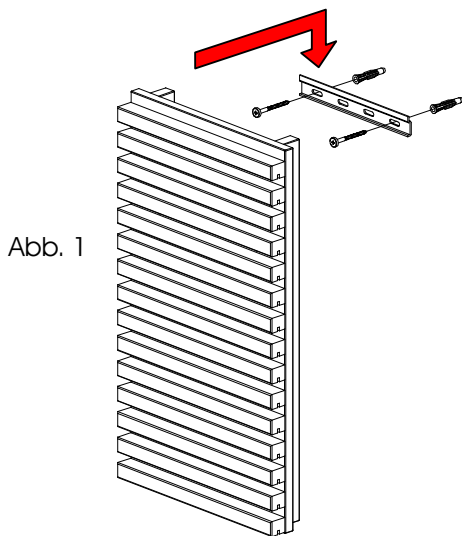

Abb. 1
1. Die Aufhängeschiene entsprechend des Aufhängebeschlages des unteren Wandpaneels an die Zimmerwand montieren (Abb. 1+2)